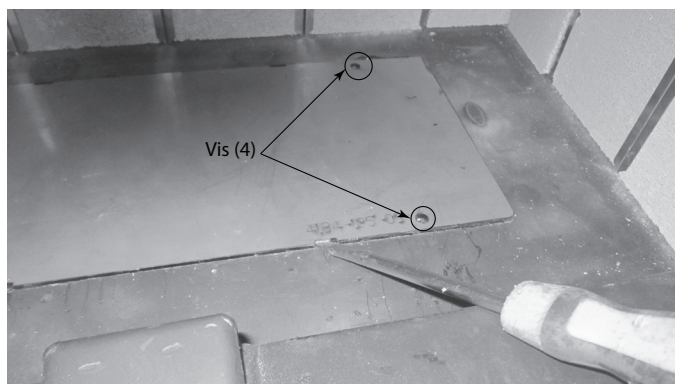

Figure 4.10 Ouvrez la porte d'accès avec un levier
2. Retirez les quatre (4) vis à tête Allen de 4 mm (5/32 po.) et ouvrez la porte d'accès avec un tournevis à lame plate. Voir la figure 4.10 et retirez-la.